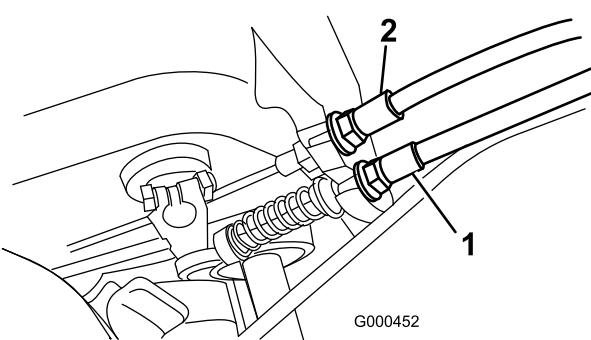

図 42
2. 走行ケーブルの前ジャム・ナットをゆるめ、後ジャム・ナット（図 42）を締めてケーブルの張りを出し、5.4～7.3 kgの力で走行コントロールがつながるようにする。